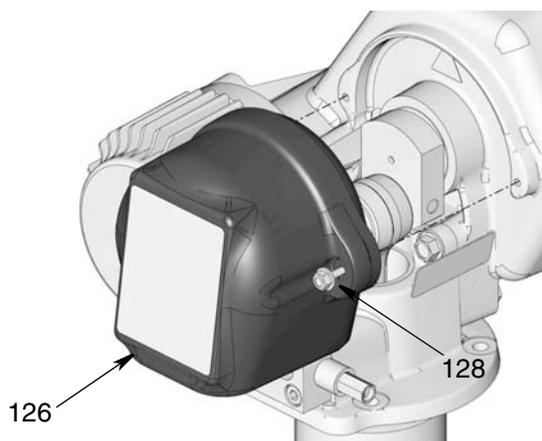

Рис. 10
- Проверьте дыхательный клапан резервуара (J) на надлежащее функционирование перед наполнением резервуара.
- Откройте переливной патрубок (H) перед наполнением для визуального контроля уровня смазочного материала.
- Не допускается наполнение выше переливного патрубка (H).
- Обратно установите крышку (126) с помощью болтов (128). С помощью гаечного ключа надежно затяните болты (Рис. 10).